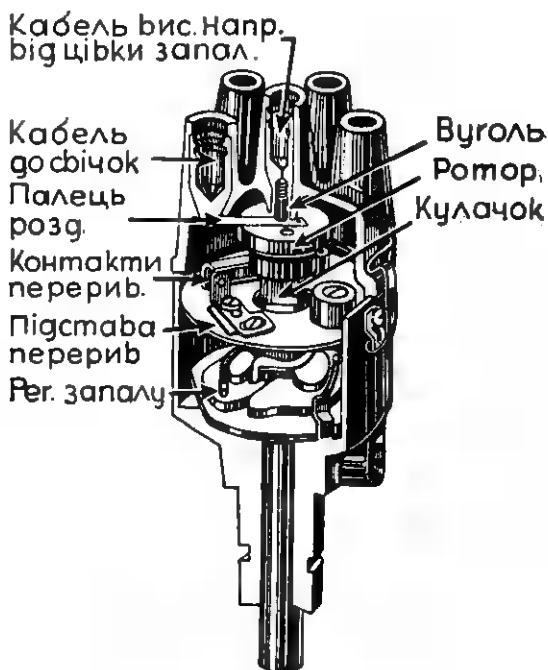

Рис. 25. Переривач і розділювач.
Вживається сьогодні майже без винятку у всіх автомашинах. Засадничо різниться від попереднього тільки тим, що тут струм низької напруги достарчає **аккумуляторна батарея**. Схема батарейного запалу для 6-ти циліндрового мотору представлена на рис. 24. **Цієна запалова** з примарною і секундарною обмоткою може бути уміщена довільно. **Переривач** і **розділювач** творять механічно одну цілість (рис. 25) і одержують погін від кулачкового валка при допомозі
■ новочасних машинах переставлення запалу відбувається автоматично **відосереднім регулятором**, уміщеним під переривачем (гляди рис. 25). Наставлення запалу відбувається в слідуючий спосіб: